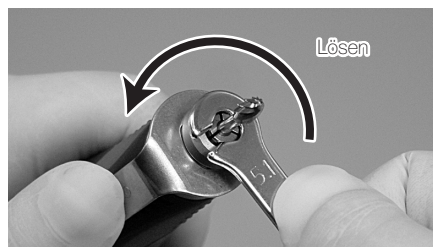

Abb.11
* Wenn ein Bohrer mit großem Durchmesser des schneidenden Teils mit hohem Drehmoment verwendet wird, kann sich die Spannzange selbst in Richtung Schließen drehen, sodass der Bohrer möglicherweise festsetzt und nicht herausgenommen werden kann. In diesem Fall richten Sie den Kopfschlitz und die Position des Wellenspanners (flacher Teil) zueinander aus und nehmen einen L-Spanner, um die Welle zu fixieren. Um die Spannzange herauszunehmen, öffnen Sie den Ring und drehen die Spannzange mit dem mitgelieferten Spannzangenschlüssel gegen den Uhrzeigersinn (Abb. 11).